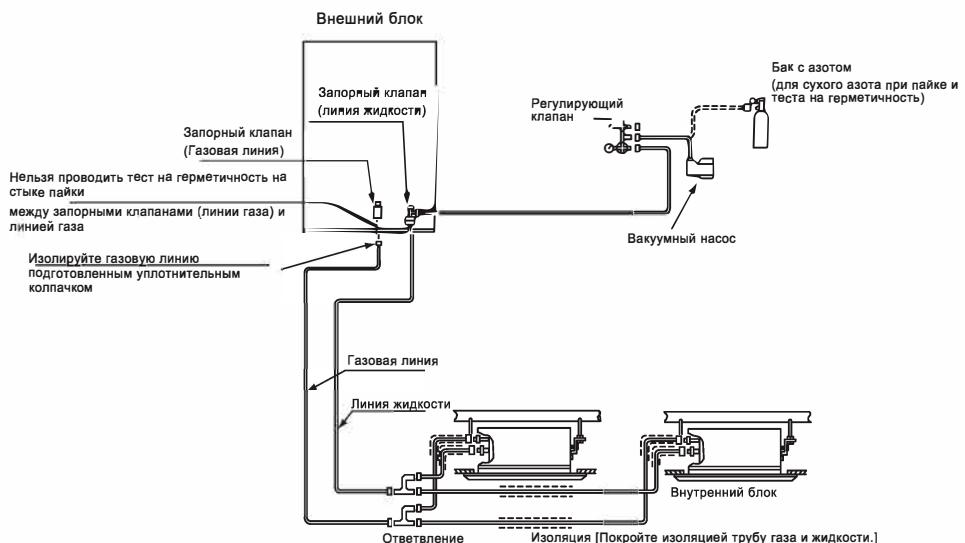

Рис.7.1 Испытание герметичности
- Газовый кран необходимо изолировать и защитить, прямое давление на газовый кран абсолютно запрещено (см. Рис. 7.1)